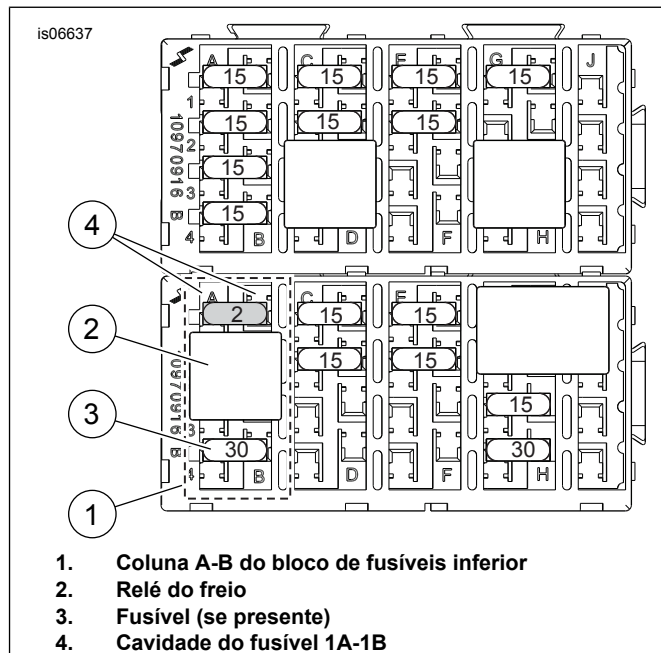

Figura 14. Cavidade de fusível "P&A IGN" (modelos Touring anos 2008 a 2013)
3. Veja Figura 14. Localize a cavidade de fusíveis 1A-1B (marcada com "P&A IGN" e "2A MAX" na tampa), no bloco de fusíveis inferior (1). Remova o relé do freio (2) e o fusível (3, se houver) instalados na coluna A-B e anote a localização deles.
7. Instale o fusível 2 A (18) do kit na cavidade do fusível 1A-1B (Veja a figura 14., item 4) para completar o circuito.